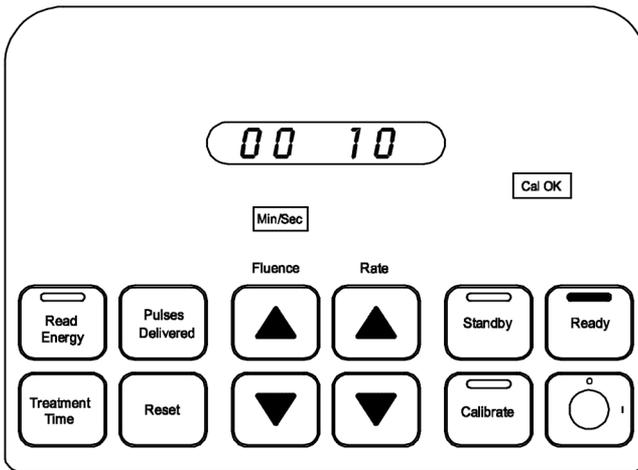

Figura 11
7. Mientras el sistema de láser excimérico opera el láser, se almacena el tiempo total de tratamiento. Para recuperar el tiempo de tratamiento, detenga la operación del láser y presione el botón **Treatment Time**. Se ilumina la luz indicadora **Min/Sec** se ilumina y el tiempo total de tratamiento aparece en la ventana de visualización. (Figura 11)